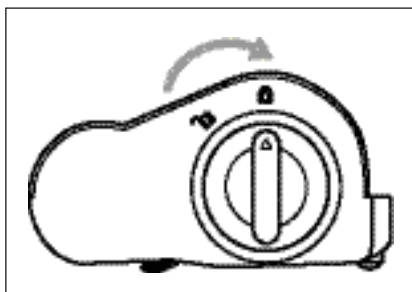

Abb. 25
- 5) Setzen Sie die Bürstenrolle **19** in die Bodenbürste **20** ein und drehen Sie die Bürstenrollenentriegelung **18** in Richtung des Symbols **!** (schließen) (siehe Abb. 25).